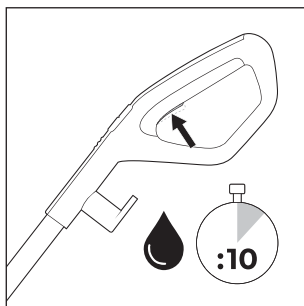
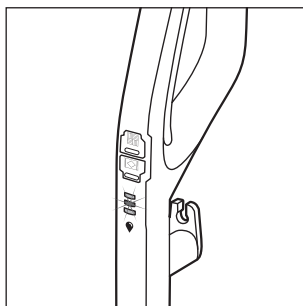

Fig. 14
Fig. 15
- ◆ Înainte de fiecare utilizare, țineți apăsat comutatorul pentru soluția de curățare  **15** timp de cca 10 secunde pentru a pregăti de utilizare rola perie **6** cu soluția de curățare (a se vedea fig. 14). Afășajul soluției de curățare  **12** clipește albastru alternativ atunci când comutatorul pentru soluția de curățare  **15** este ținut apăsat (a se vedea fig. 15).